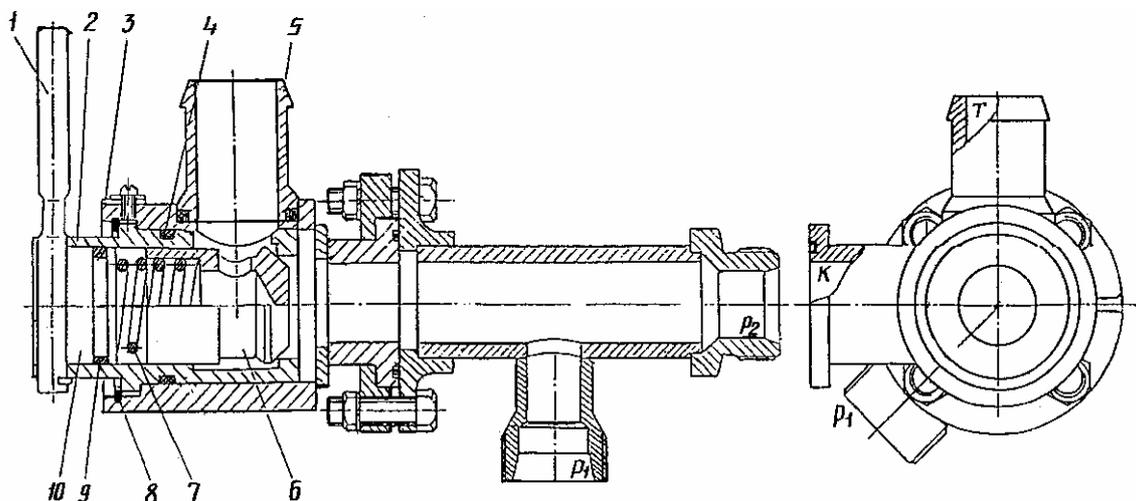

Рис. 55 Сливной кран
18. СЛИВНОЙ КРАН (рис. 55).
Кран состоит из сварного корпуса 5 (рис. 55), золотника 2, подпорного клапана 6, ручки управления 1. Подпорный клапан служит для поддержания в сливной магистрали давления, обеспечивающего нормальную работу гидромотора коробки перемены передач и гидромотора механизма поворота.